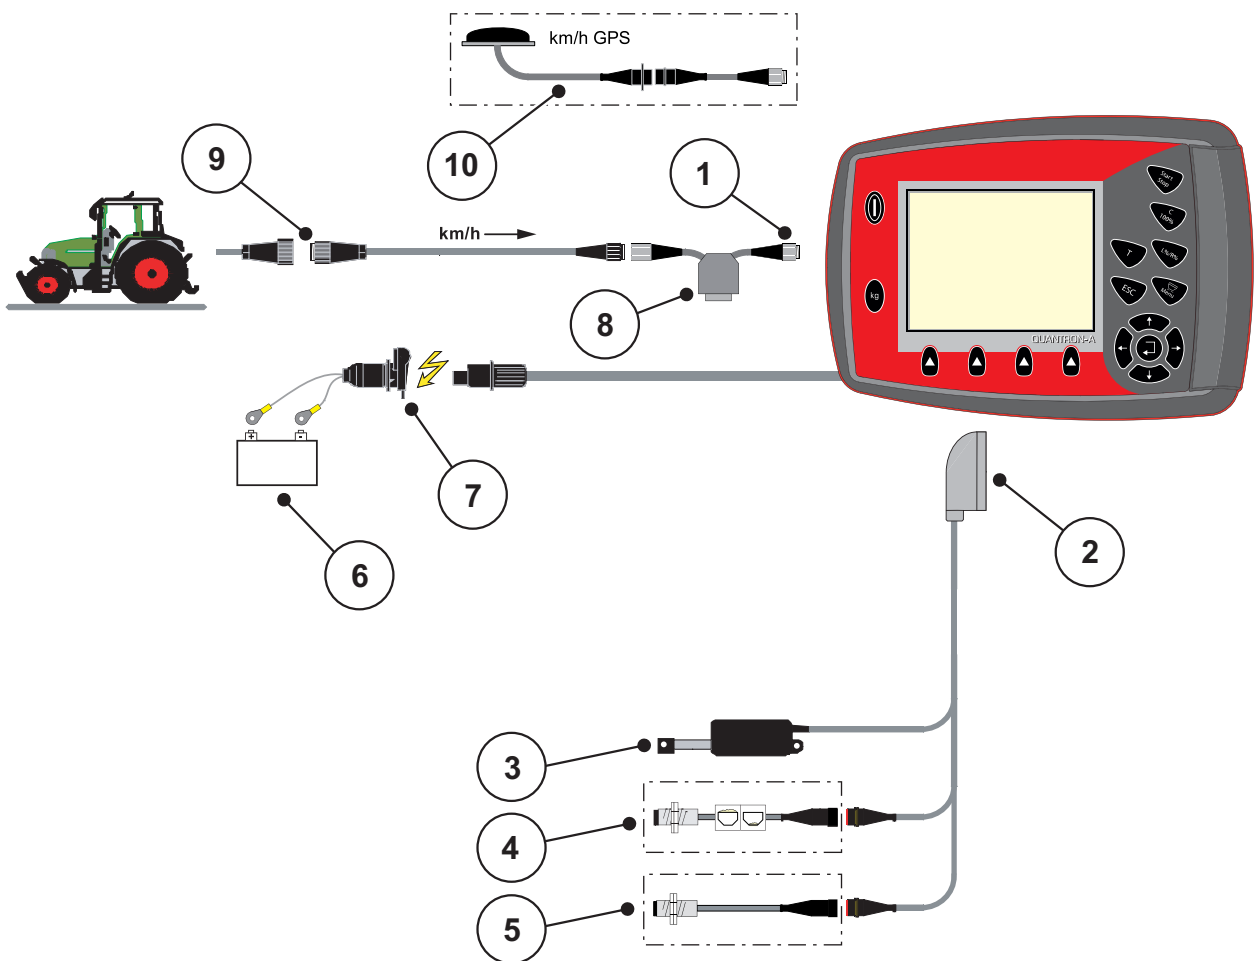
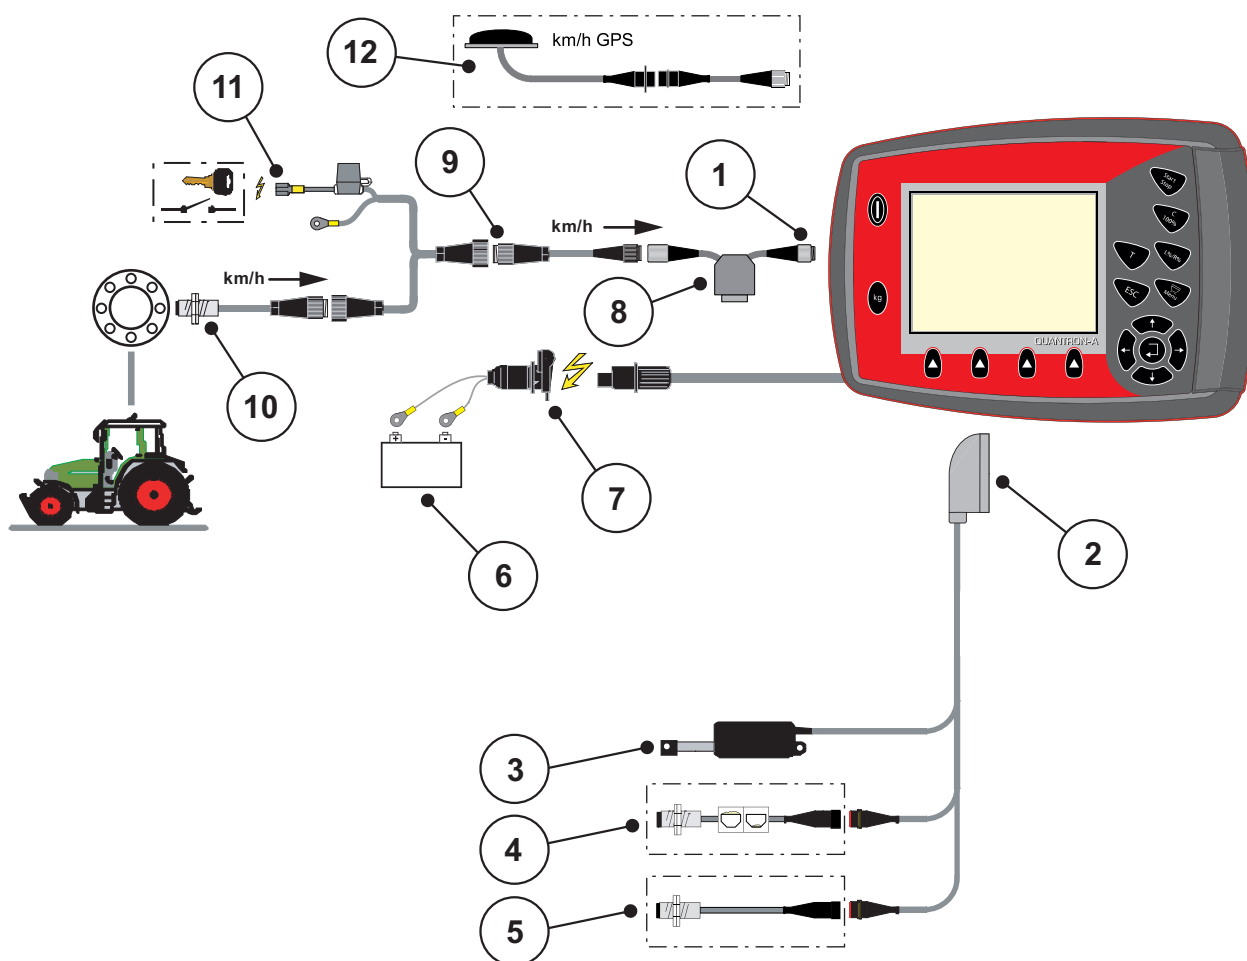

Bild 3.3: Schematisk anslutningsöversikt QUANTRON-A (standard)
Bild 3.5: Schematisk anslutningsöversikt QUANTRON-A (standard)
Den 7-poliga stickanslutningen för traktorn och hastighetsgivaren finns som extrautrustning (tillval), se bild 3.3 till bild 3.5.
- Anslut manöverenheten till det 7-poliga uttaget eller till körhastighetsensorn (beroende på utrustning, se bild 3.3 till bild 3.5).